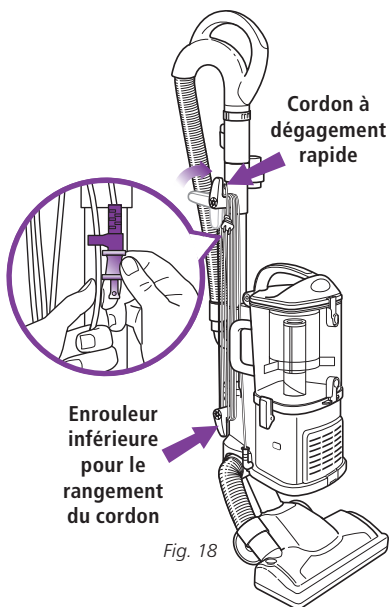

Fig. 18
- 2 Faites tourner le dispositif du cordon à dégagement rapide supérieur à sa position verticale et enroulez le cordon d'alimentation sans serrer autour de deux attaches. Agrafez la prise sur le cordon pour la fixer. (Fig. 18)